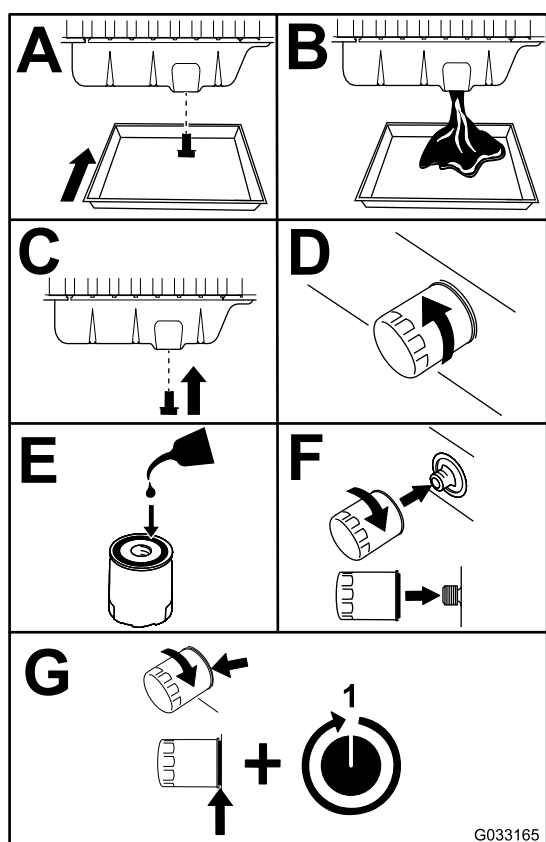

Figura 73
3. Sostituite l'olio motore e il filtro (**Figura 73**).